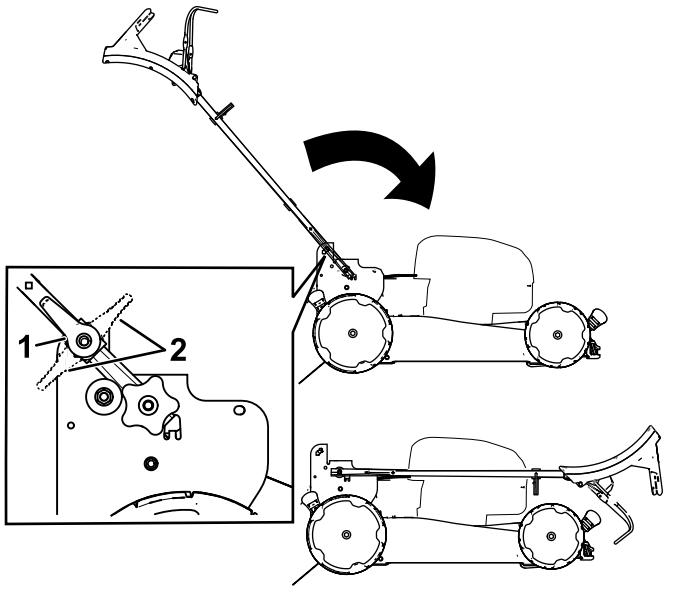

Figura 23
2. Abra las palancas de bloqueo del manillar (Figura 23).
3. Pliegue el manillar completamente hacia adelante (Figura 23).